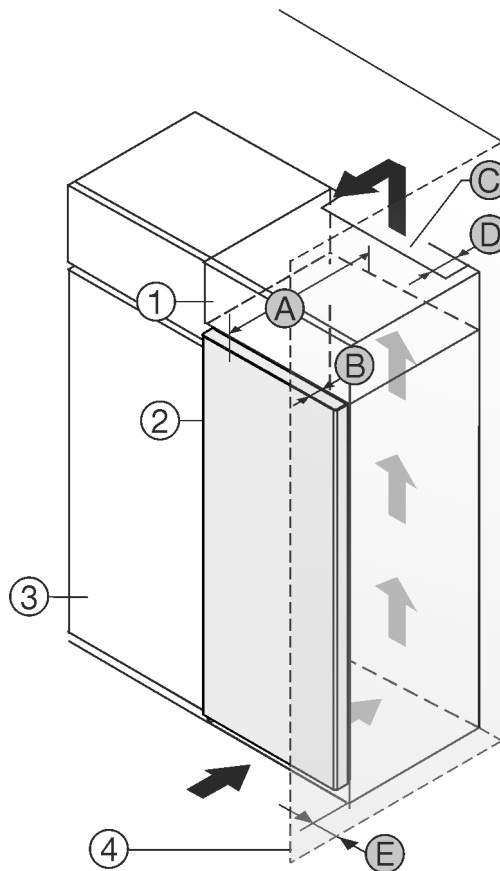

Fig. 1
Вы можете установить устройство непосредственно рядом с кухонным шкафом Fig. 1 (3)*.
На задней стенке дополнительного шкафчика должен быть вентиляционный канал с глубиной Fig. 1 (D) по всей ширине этого шкафа.*
Нужно соблюдать вентиляционное отверстие Fig. 1 (C) под нижней панелью.*
Если устройство устанавливается на шарнирах у стены Fig. 1 (4), то расстояние между устройством и стеной должно быть не менее 13 мм.*
Если устройство устанавливается на шарнирах у стены Fig. 1 (4), то расстояние между устройством и стеной должно быть не менее 20 мм.*
Чтобы можно было полностью открыть дверь, устройство должно выступать на глубину двери Fig. 1 (B) относительно передней стенки кухонного шкафа. В зависимости от глубины кухонных шкафов Fig. 1 (3) и использования пристенных распорок устройство может выступать и больше.*